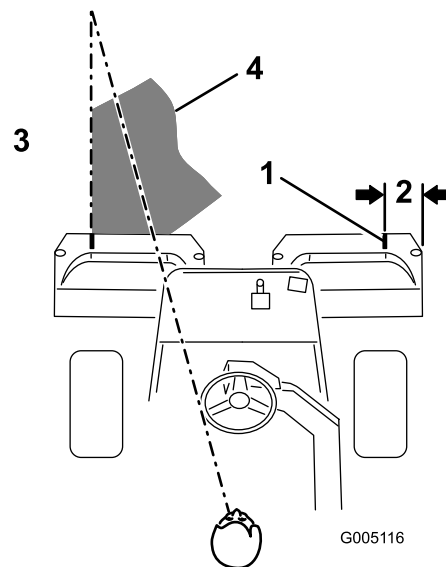

図 23
**注** グリーン内をぶれずにきれいに直進し、刈り込みの済んだ列との距離を一定に保って走るためには、車体前方 1.8 から 3 m のところに視線を置いて、刈り込み済みの済んでいる列にラインを合わせるようにするのがコツです **図 23**。ハンドルを目印にして距離を合わせても良いでしょう。その場合、ハンドルの縁と本機前方の目標ラインとを重ねて見ながら運転します。